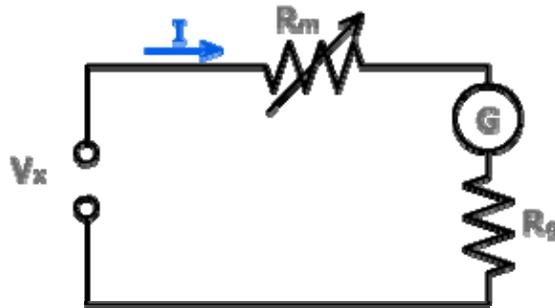

Figura 4.5
- c. Con el montaje del circuito de la figura 4.5 (que es el voltímetro diseñado V_d), mida voltajes desde los terminales de la fuente Phywe para varios valores de voltaje dentro de cada rango calculado y además mida y verifíquelo con el voltímetro análogo Leybold, construya una tabla con dichos valores.